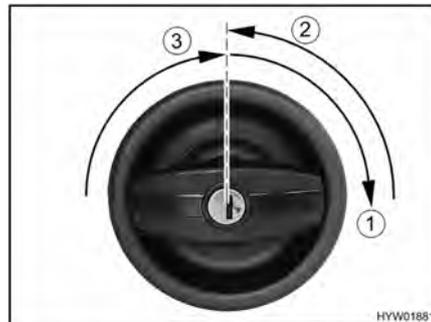

Bild 22 Türschloss Eingangstür, außen, öffnen
- Schlüssel in Schließzylinder stecken und im Uhrzeigersinn drehen (Bild 22,1), bis das Türschloss entriegelt ist.
- Schlüssel in Mittelstellung zurückdrehen (Bild 22,2) und abziehen.
- Türknauf im Uhrzeigersinn drehen (Bild 22,3), bis Türschloss entriegelt ist.